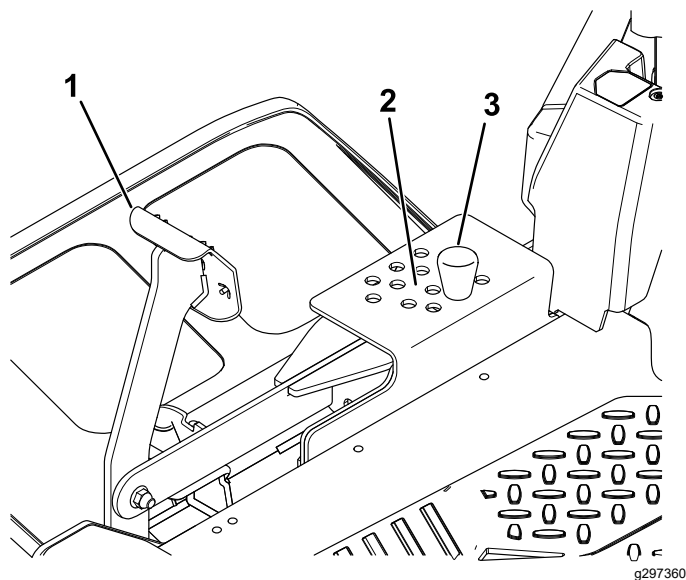

Figura 35
2. Pentru a efectua reglarea, îndepărtați tiftul din consola pentru înălțimea de tăiere (Figura 35).
3. Selectați un orificiu din cadrul sistemului pentru înălțimea de tăiere, corespunzător înălțimii de tăiere dorite, apoi introduceți tiftul (Figura 35).